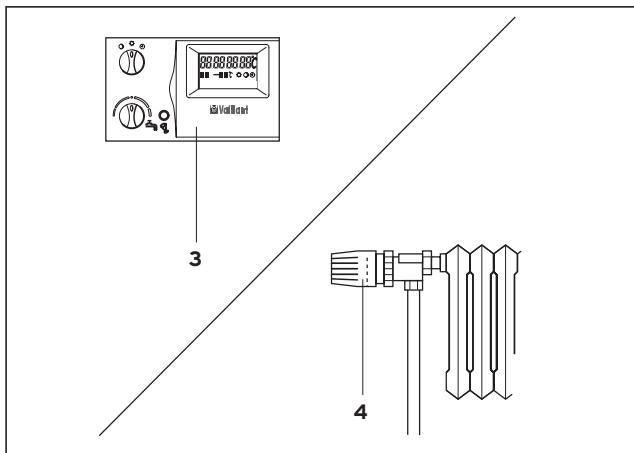

Fig. 3.12 Reglarea termostatelor de cameră/regula-toarelor cu senzor exterior
3.5.2 Reglarea termostatelor de cameră sau a regula-toarelor cu senzor exterior (fig. 3.12)